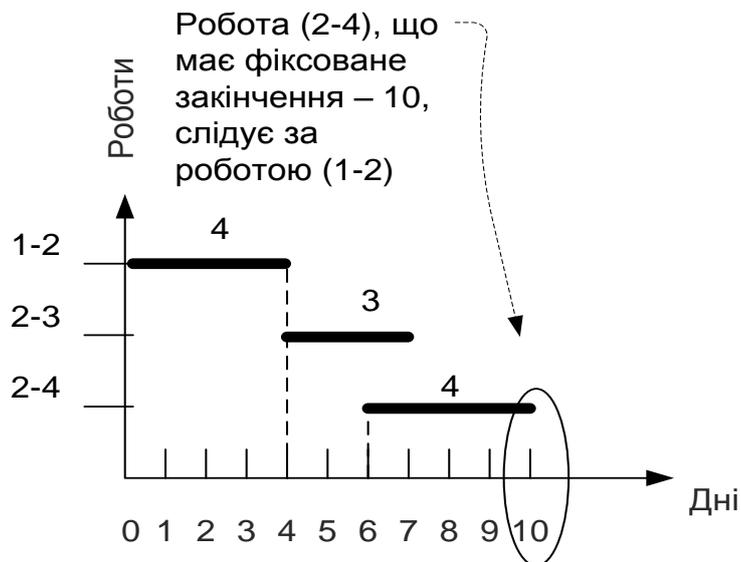

Рис. 1.27. Робота з фіксованим закінченням
2. Робота, що має фіксоване закінчення, закінчується у вказаний період часу. При цьому час початку такої роботи визначається як час закінчення мінус тривалість роботи. Наприклад, робота 2-4 має тривалість 4 і фіксоване закінчення – 10. Початком цієї роботи буде $10 - 4 = 6$. Безпосередньо передуюча їй робота (1-2) закінчується в 4, однак це не впливає на початок роботи (2-4). Вона все одно почнеться на 6 день, щоб закінчитися як вказано в обмеженні на 10 день (рис. 1.27).